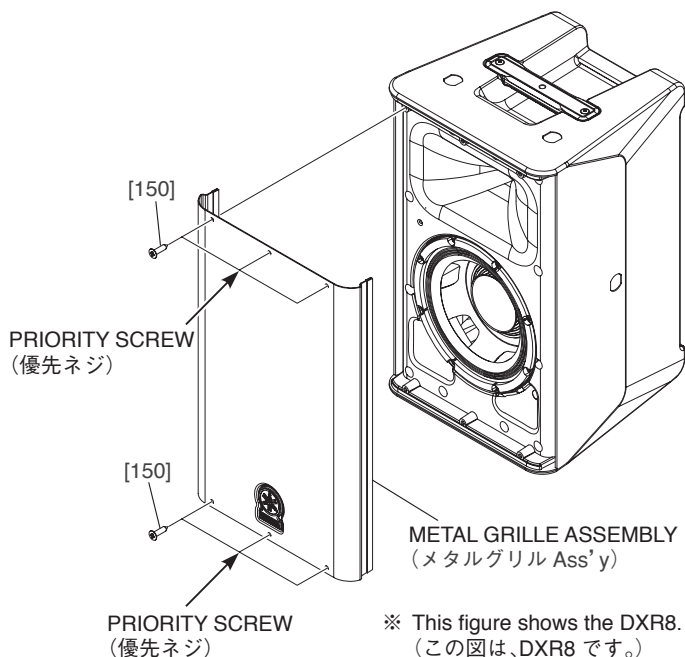

Fig. A-1 (図A-1)
A-1-1 Remove the six (6) screws marked [150]. The metal grille assembly can then be removed. (Fig. A-1)
- * **When installing the metal grille assembly, first tighten the two (2) priority screws as shown in Fig. A-1.**
A-1-1 [150] のネジ 6 本を外して、メタルグリル Ass'y を外します。(図 A-1)
- ※ メタルグリル Ass'y を取り付けるときは、図に示す優先ネジ 2 本を先に締めてください。(図 A-1)